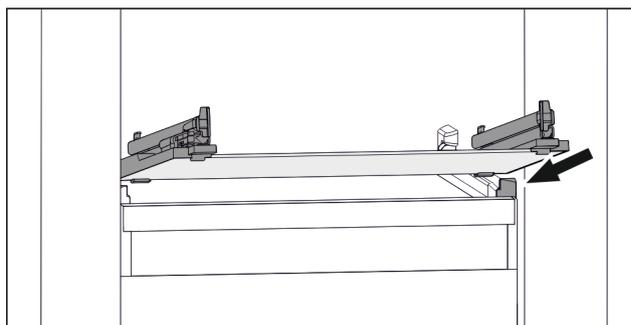

Fig. 72 Príklad zobrazenia sklenenej dosky
- ▶ Nasadte sklenenú dosku šikmo za zarážkami. (pozri Fig. 72)